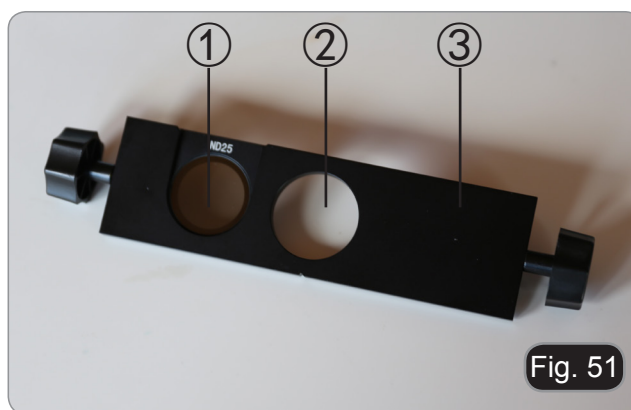

Fig. 51
- O microscópio está equipado com um suporte de filtro / obturador localizado na parte de trás do microscópio. (Fig. 51)
- O suporte do filtro tem três posições: ① suporte do filtro para filtros ND, ② furo vazio, ③ obturador.